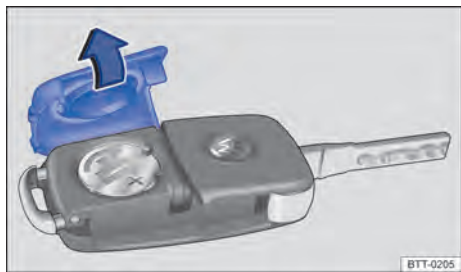

Fig. 38 Chave do veículo: abrir a cobertura do alojamento da bateria.
- Retirar a cobertura no lado posterior da chave do veículo ⇒ Fig. 38 no sentido da seta ⇒ ①.
- Posicionar a cobertura conforme indicado ⇒ Fig. 38 e pressionar no sentido contrário ao da seta sobre a carcaça da chave do veículo até encaixar.